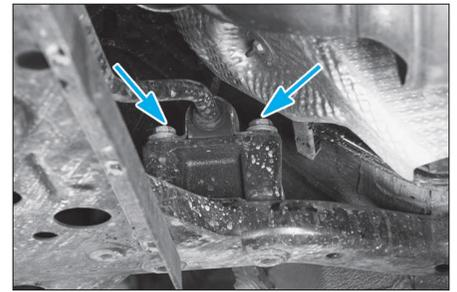

FIG. 10
- les 2 vis de fixation de la barre stabilisatrice (Fig.10).